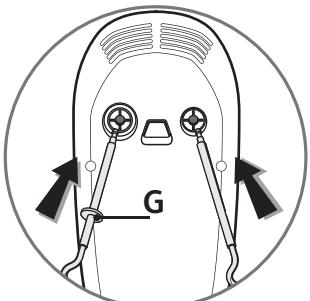

fig.1
verrouillez. Les fouets et les malaxeurs ont une forme spécifique, le malaxeur ou le fouet avec le détrompeur (G) doit être mis à gauche, dans l'orifice le plus gros (Fig.1).
• Utilisation sur le socle (H) : (Selon Modèle)
- Introduisez les tiges de chaque fouet (C) ou malaxeur (E) dans les orifices prévus à cet effet et verrouillez . Les fouets et les malaxeurs ont une forme spécifique, le malaxeur ou le fouet avec le détrompeur (G) doit être mis à gauche, dans l'orifice le plus gros (Fig.1).
- Placez le socle (H) sur le plan de travail :